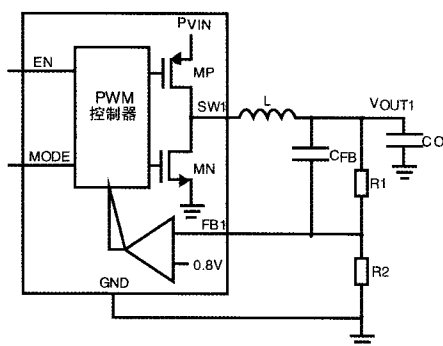

图5 降压开关稳压器电路
LTC3558的电流模式降压开关稳压器主要由PWM控制器、主开关P沟道MOSFET (MP)、N沟道MOSFET (MN) 同步整流器及误差放大器等组成,如图5所示。LTC3558还含有软启动、短路保护和减小辐射EM1的开关节点摆幅限制电路。